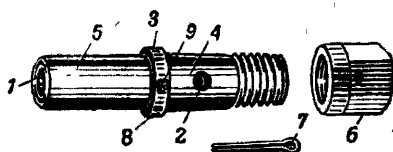

Рис. 8. Регулятор:
**Регулятор** (рис. 8) служит для регулирования количества пороховых газов, отводимых из канала ствола к газовому поршню. Регулятор имеет конусную часть для соединения с газовой камерой и патрубок для надвигания на него газо-